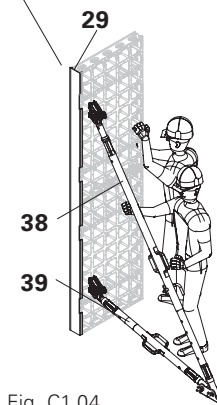

Fig. C1.04
4. Monter l'étais de réglage (38) et la contre-flèche (39) sur les fixations d'étais de réglage DUO (27). Monter l'étais de réglage et la contre-flèche sur la platine de pied, fixer la platine de pied à l'aide de la vis d'ancrage. (Fig. C1.04)